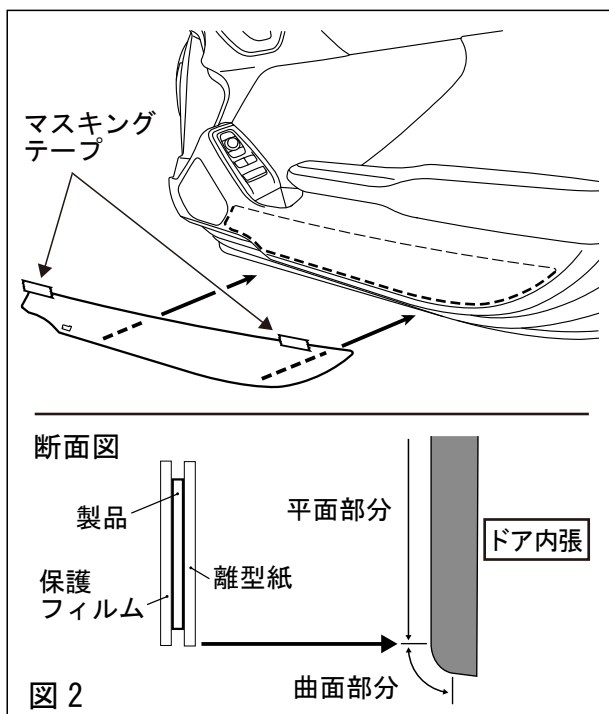

図 2
- 3) プロテクターの貼り付け位置が決まったら、マスキングテープでドア内張に仮止めします。(図2)